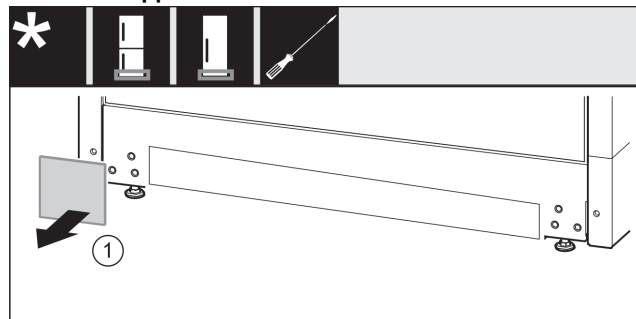

Fig. 29
- Retirer le cache Fig. 29 (1).